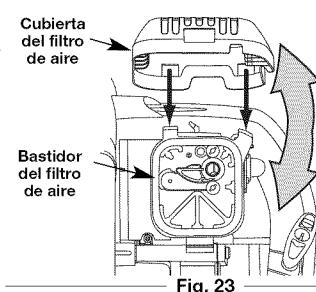

Fig. 23
- Abra la cubierta del filtro de aire. Empuje hacia adentro la orejeta del lado derecho de la cubierta, y extraiga la cubierta del filtro de aire hacia afuera y hacia la izquierda (Fig. 23).
- Retire el filtro de aire (Fig. 23).
6. Vuelva a colocar el filtro (Fig. 23).
7. Vuelva a instalar la cubierta del filtro de aire. Coloque los ganchos del lado derecho de la cubierta del filtro de aire en las ranuras del lado derecho de la placa posterior (Figs. 23).
8. Mueva la cubierta hacia la izquierdo derecha hasta que la orejeta del filtro de aire calce en su lugar en la ranura de la placa posterior (Fig. 23).